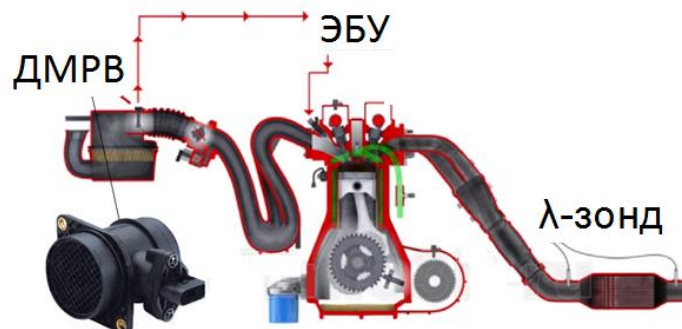

Рис. 4.1. ДМРВ и его положение на двигателе
**Назначение ДМРВ** (MAF-сенсор от англ. mass (air) flow sensor) – устройство, предназначенное для оценки количества воздуха, поступающего в ДВС. Является одним из датчиков ЭСУД с впрыском топлива. Служит для определения и балансировки количества воздуха, поступающего в цилиндры двигателя. ДМРВ может применяться совместно с датчиками температуры воздуха (ДТВВ) и атмосферного давления (ДАД), которые корректируют его показания. ДМРВ всегда располагается в воздушном патрубке, между воздушным фильтром и дроссельным патрубком (рис. 4.1).